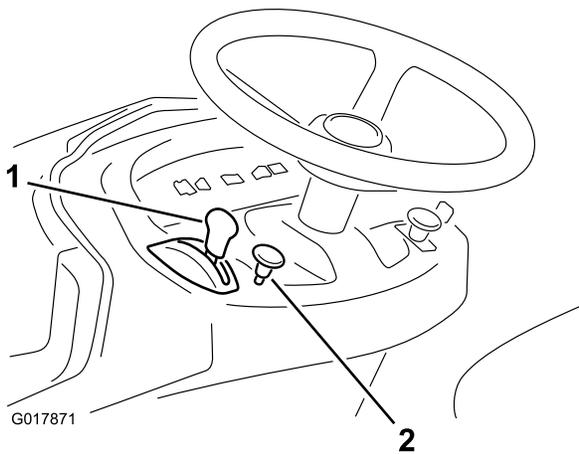

Figure 9
5. Pour démarrer un moteur à froid, tirez sur la commande de starter (Figure 9)
7. Lorsque le moteur démarre, amenez progressivement la commande d'accélérateur en position Haut régime (Figure 9).
1. Placez la commande d'accélérateur à la position Bas régime (Figure 9).